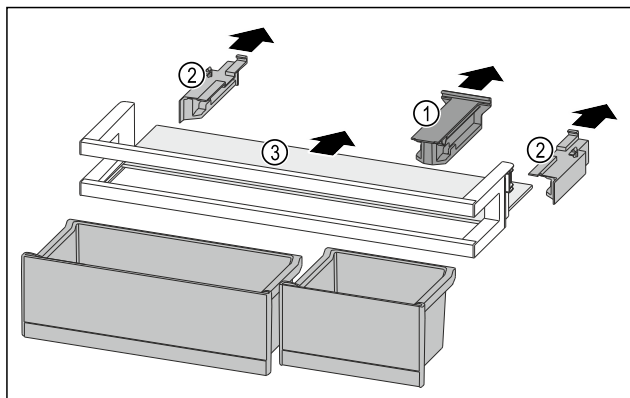

Fig. 137
- Retirer la pièce de retenue Fig. 137 (1).
- Retirer les parties latérales Fig. 137 (2).
- Retirer la tablette de rangement Fig. 137 (3).